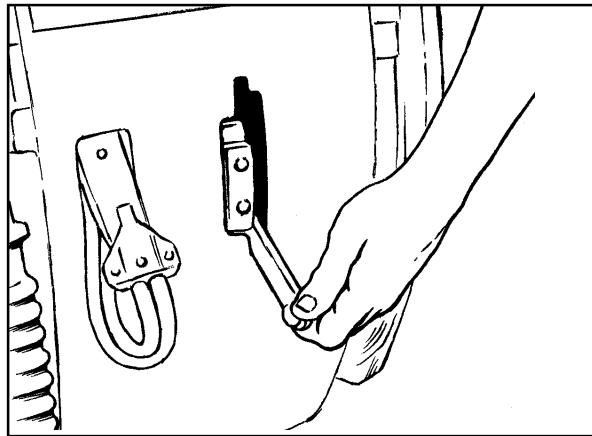

Abb. 18
1. Zum Senken der Saugleiste und Starten des Vakuummotors bewegen Sie den Saugleistenhebel nach rechts und nach unten. Siehe Abb. 18.